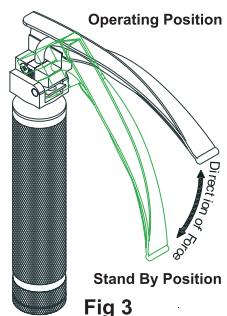

Fig 3
2. Fare forza verso l'alto per portare la lama in posizione operativa come illustrato in Fig. 3.
3. Per portare la lama in posizione di stand by fare forza verso il basso come illustrato in Fig. 3
2. Apply force upward to bring the blade in operating position as in Fig 3.
3. To bring the blade in stand by position apply force downward as in Fig 3.